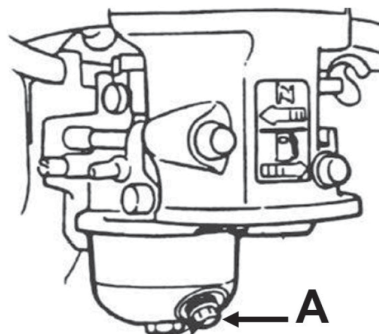

Рис. 35
- Очистите топливный отстойник в карбюраторе (слить остатки топлива). Это рекомендуется делать и в том случае, если машина долго не использовалась, т.к. в системе может скапливаться вода и остатки масла, случайно попавшие в бак при заправке из канистры (Рис. 35. Поз А).